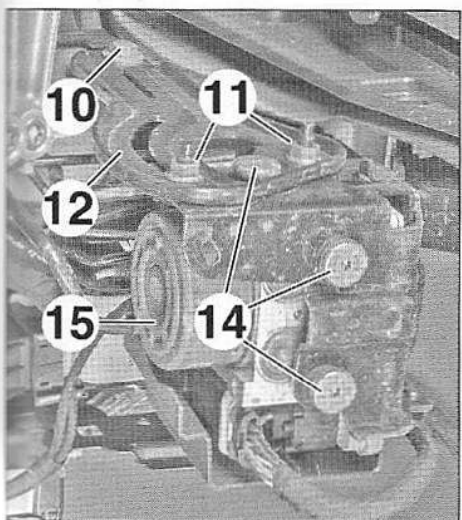

FIG.59
- Desserrer (Fig.59) :
- la vis (10),
- les écrous (11).
- Basculer le support (12).
- Déposer (Fig.59) :
- les vis (14),
- le groupe électrohydraulique (15).